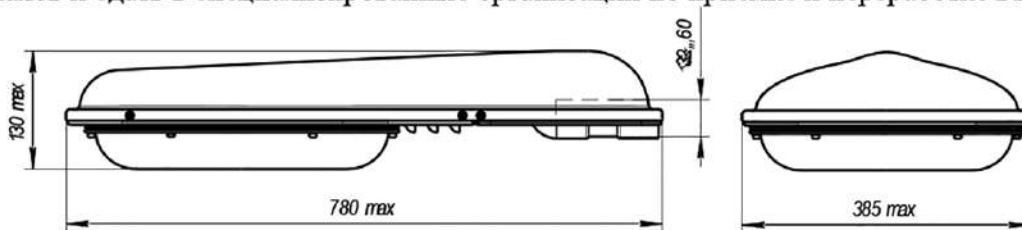

Рис.1
1.1. Светильник серии GALAD ПОБЕДА LED (рис.1) со светодиодными источниками света устанавливаются на опорах с Г-образным кронштейном диаметром от 30 до 60 мм под углом 15...20 град. к горизонту и предназначены для освещения улиц, дорог со средней и низкой интенсивностью движения транспорта, автостоянок, железнодорожных платформ, дворовых территорий и т.п.